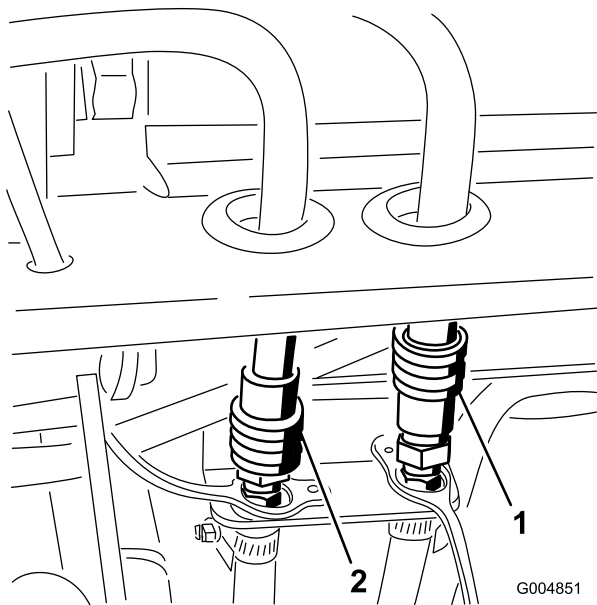

Figure 67
2. Branchez les flexibles de retour et de pression du chauffage aux raccords rapides du support de cadre arrière (Figure 67).